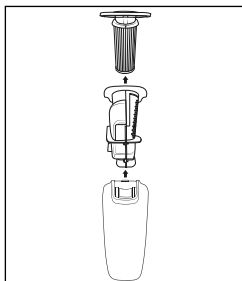

Fig. 14
- ◆ Sfilare innanzitutto il filtro HEPA **20** e poi il filtro a maglie grosse **19** dal contenitore di raccolta dello sporco **10** (vedere fig. 14). Battere i due componenti tenendoli sopra un bidone dell'immondizia o altro recipiente. In caso di necessità si può sciogliere il filtro HEPA **20** con acqua pulita. Farlo poi asciugare completamente all'aria.